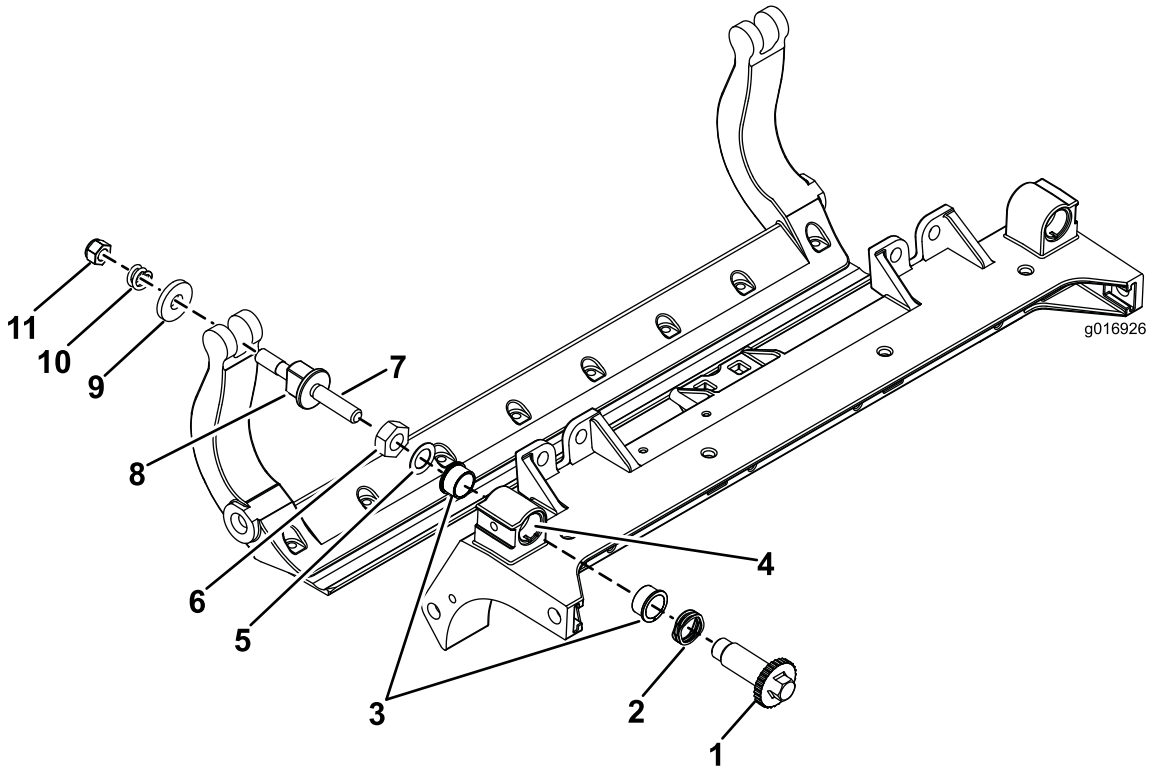

Bild 28
1. Entfernen Sie alle Teile (siehe *Installationsanleitung* für das HD-DPA-Kit und Bild 28).
2. Tragen Sie ein Mittel zur Vermeidung des Festfressens innen im Büchsenbereich am mittleren Schneideinheitrahmen auf (Bild 28).
3. Fluchten Sie die Keile an den Flanschbüchsen mit den Schlitten im Rahmen aus und setzen Sie die Büchsen ein (Bild 28).
4. Legen Sie eine Wellenscheibe auf die Einstellerwelle und schieben Sie die Welle auf die Flanschbüchsen im Schneideinheitrahmen (Bild 28).
5. Befestigen Sie die Einstellerwelle mit einer Flachscheibe und einer Sicherungsmutter (Bild 28).
12. Legen Sie eine Stahlscheibe außen auf jede Nylonscheibe (Bild 28).
Hinweis: Die Scheiben innen können einen Abstand aufweisen (Bild 28).
15. Ziehen Sie die Mutter an jedem Untermesserträger einstellen an, bis die Druckfeder ganz zusammengedrückt ist, lösen Sie die Mutter dann um eine halbe Umdrehung (Bild 28).